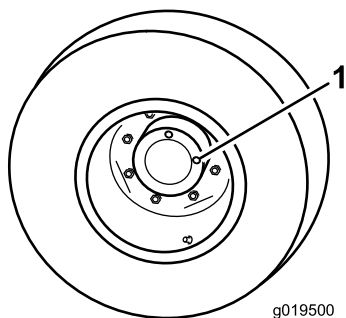

Рисунок 72
1. Поставьте машину на ровную поверхность и расположите колесо так, чтобы одна контрольная пробка находилась в положении «12 часов», а другая — в положении «3 часа» (Рисунок 72).
2. Снимите пробку, находящуюся в положении «3 часа» (Рисунок 72).